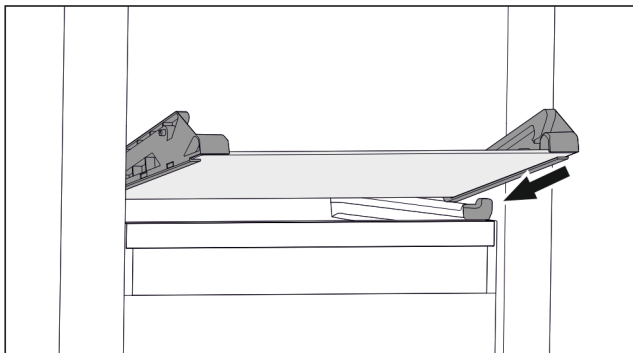

Fig. 67 Скляна пластина відкидного висувного ящика
- ▶ Встановити скляну пластину за стопорами навкоси. (див. Fig. 67)